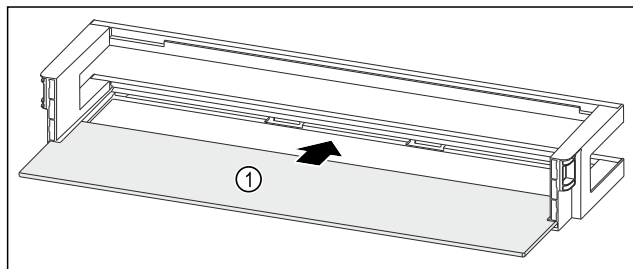

Fig. 244 Balconnet de contre-porte avec tablette de rangement
- Insérer la tablette de rangement Fig. 244 (1) dans les évidements latéraux.